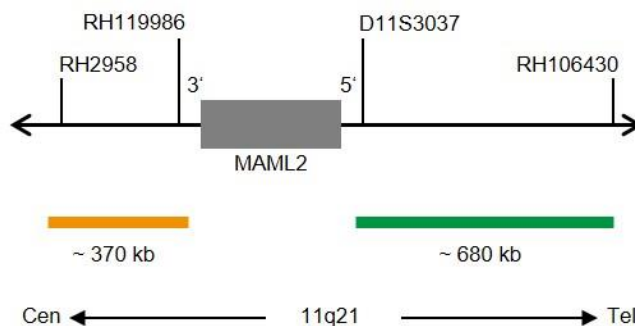

Fig. 1: SPEC MAML2 Mappa della sonda (non in scala)
- Polinucleotidi (~10 ng/ μ l) marcati con ZyGreen (eccitazione 503 nm/emissione 528 nm), le cui sequenze target mappano in 11q21* (chr11:96,115,829-96,797,136) distali al punto di rottura di MAML2 (vedere Fig. 1).
- Polinucleotidi (~4.5 ng/ μ l) marcati con ZyOrange (eccitazione 547 nm/emissione 572 nm), le cui sequenze target mappano in 11q21* (chr11:95,296,828-95,668,215) prossimali al punto di rottura di MAML2 (vedere Fig. 1).